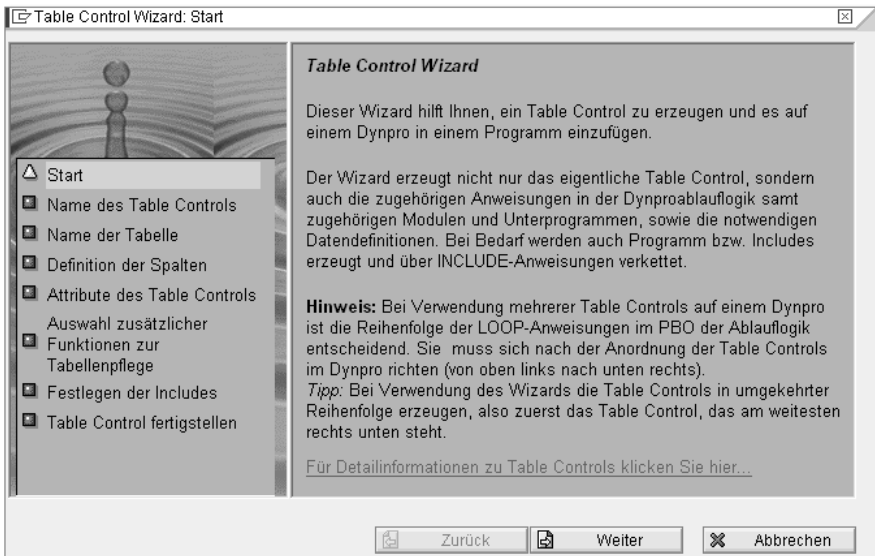

Abbildung 6.5 Table Control Wizard
6. Sobald Sie das Table Control gezeichnet haben, erscheint nun der Wizard, wie in Abbildung 6.5 zu sehen ist. Überspringen Sie den Einführungsbildschirm durch einen Klick auf die Schaltfläche `WEITER`.